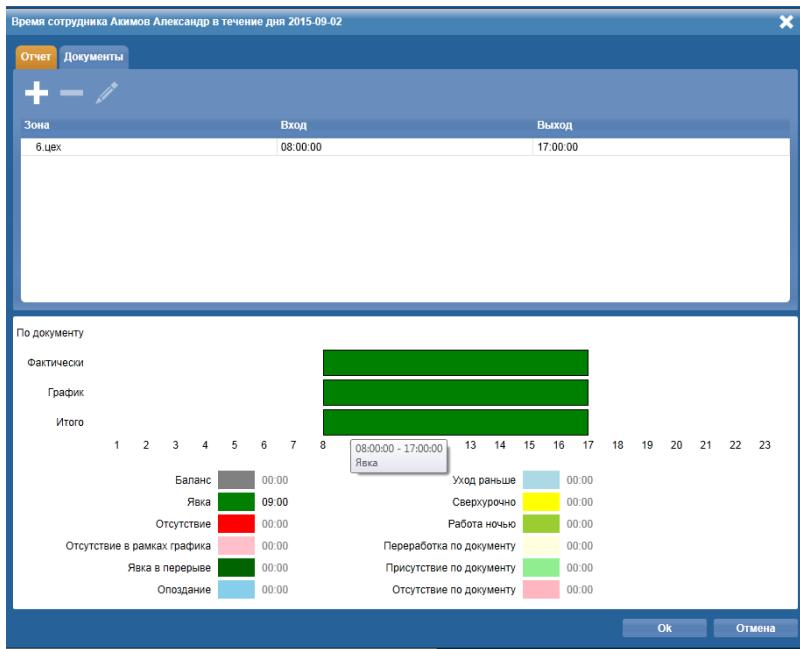

Рисунок 55. Окно Время сотрудника. Явка
- **Явка** - данный интервал формируется в случае совпадения интервалов «Графика» со значениями «Фактического графика», если часы «фактически» не совпадают с ночных часами организации. Если установлен дневной график без интервалов и с заданной **обязательной продолжительностью скользящего графика** (т.е. свободный), то часы "фактически" в журнал учета рабочего времени будут записываться в значение "Явка" (а не в сверхурочные). Количество часов явки из интервалов «Итого» записываются в значение «Явка» (Рис. 55).